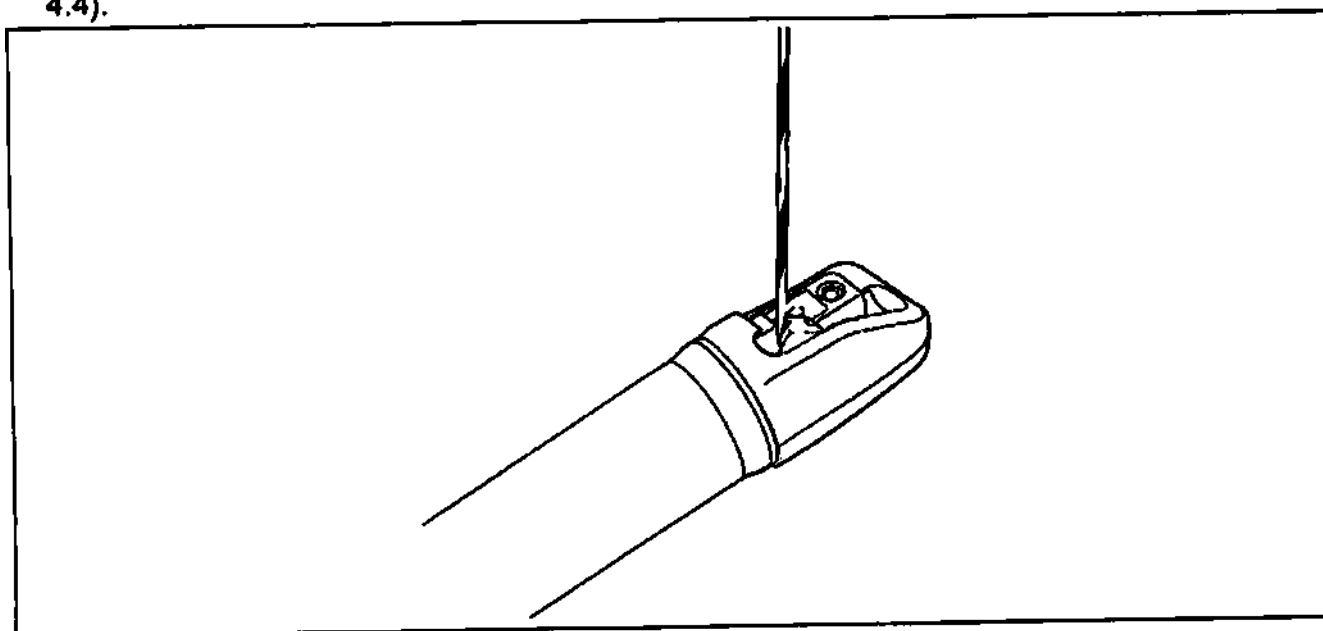

Рисунок 4.4
4. Направляющий провод зафиксирован в запирающем желобке направляющего провода на элеваторе щипцов на дистальном конце эндоскопа (смотрите Рисунок 4.4).